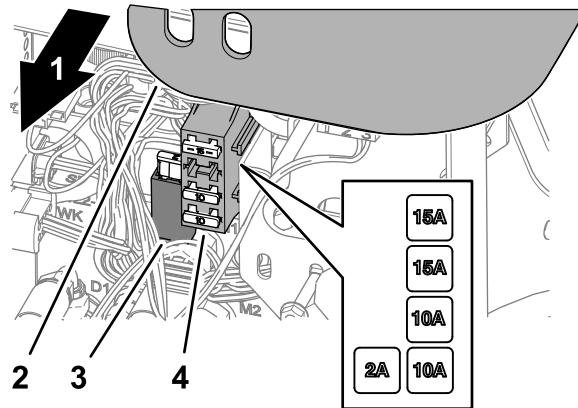

Рисунок 79
2. Поднимите крышку с рычага управления (Рисунок 79).
3. Найдите перегоревший предохранитель в держателе предохранителя или блоке предохранителей (Рисунок 79).
5. Установите крышку на рычаг управления (Рисунок 79).